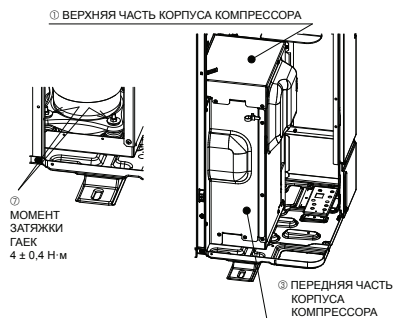

Fig. 4-2
- Сняв элементы фиксации КОМПРЕССОРА, затяните гайки и установите на место ВЕРХнюю ЧАСТЬ КОРПУСА КОМПРЕССОРА и ПЕРЕДнюю ЧАСТЬ КОРПУСА КОМПРЕССОРА. (Fig. 4-2)